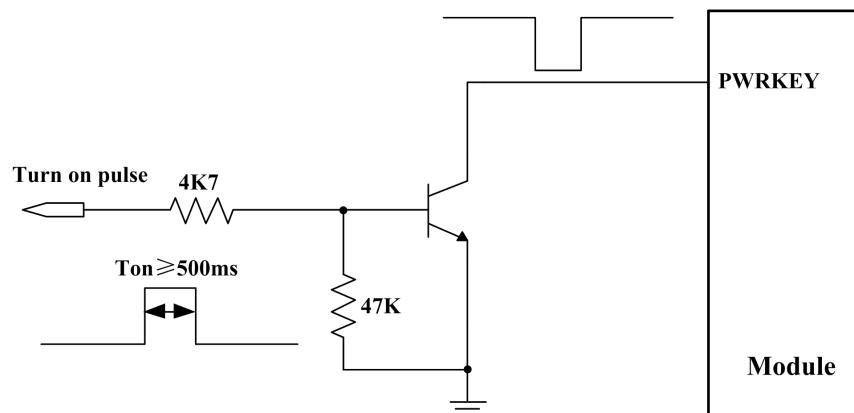
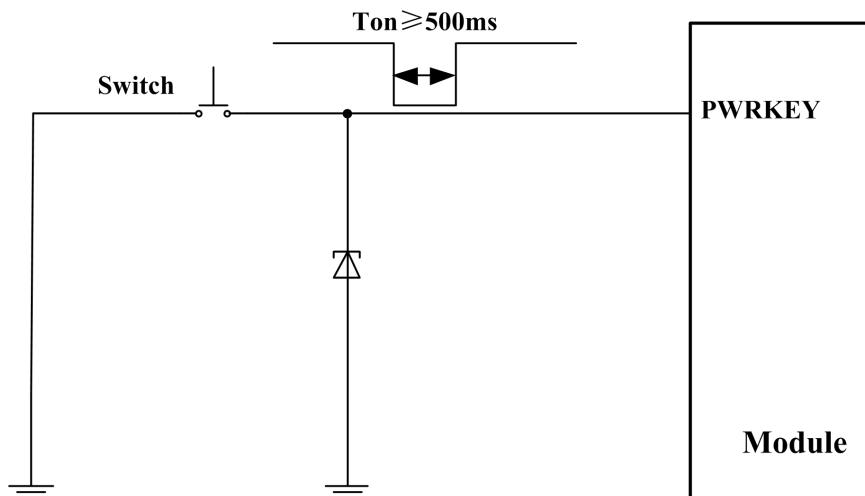

图 3-7 开集驱动开机参考电路
图 3-8 按键开机参考电路
- ◆ 通过 PWRKEY 执行关机操作类似于开机操作程序，包括开集驱动电路和按键开机电路（具体参见图 3-7，图 3-8）。